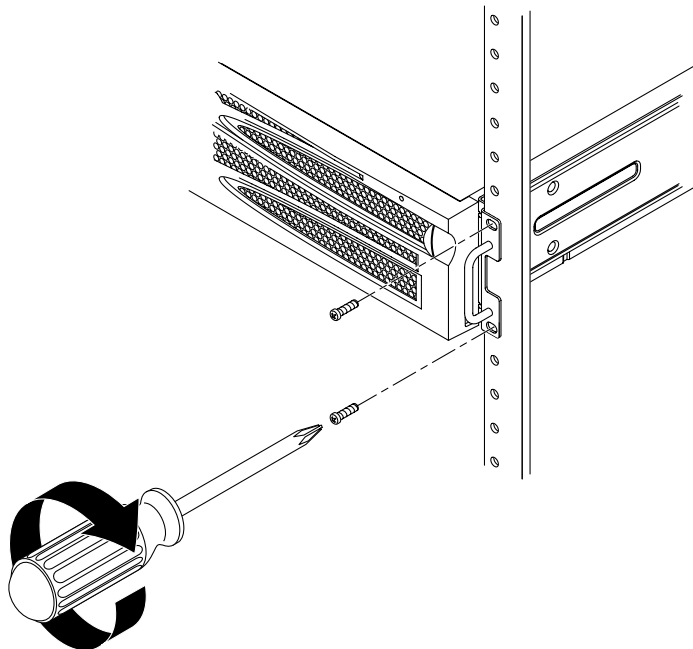

図 3-4 ラックへのサーバー正面の固定
7. 両側にねじを 2 本ずつ使用して、サーバーの側面に取り付けたハードマウント固定部品の正面をラックの正面に固定します (図 3-4 を参照)。